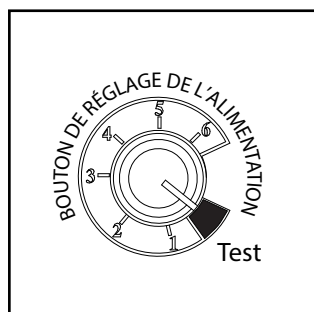

Figure 4.3
3. Pour votre premier feu, il peut s'avérer nécessaire de purger la vis sans fin en plaçant le bouton de réglage de l'alimentation sur « Test » avant de démarrer l'appareil. Figure 4.3. Cette opération permet de s'assurer que le combustible pénètre en quantité suffisante dans le pot de combustion pour un allumage approprié.